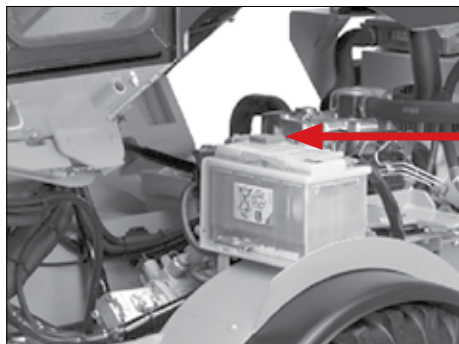

Fig. 98
Un fusible principal de 40 A est monté sous le siège conducteur (Fig. 98).
La batterie a une tension nominale de 12 V ; la capacité de la batterie est de 77 Ah. La batterie se trouve du côté gauche de la chargeuse dans le compartiment moteur pos. 1 (Fig. 98). Elle devient accessible après avoir ouvert le capot moteur et basculé le poste de conduite.